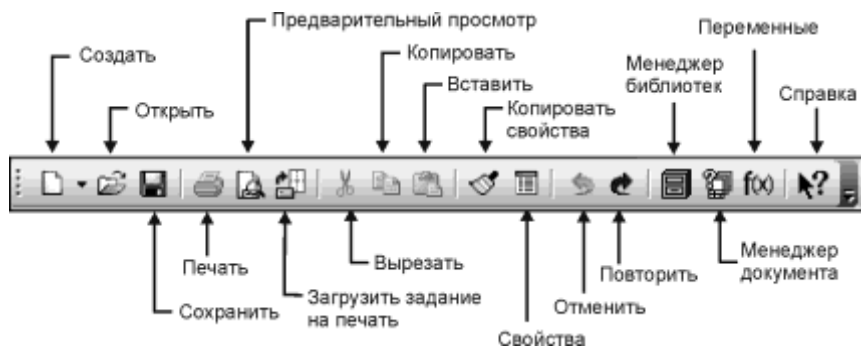

Рис. 2.13. Стандартная панель инструментов
□ под строкой главного меню находится панель **Стандартная**, на которой расположены кнопки вызова наиболее часто используемых команд (рис. 2.13):